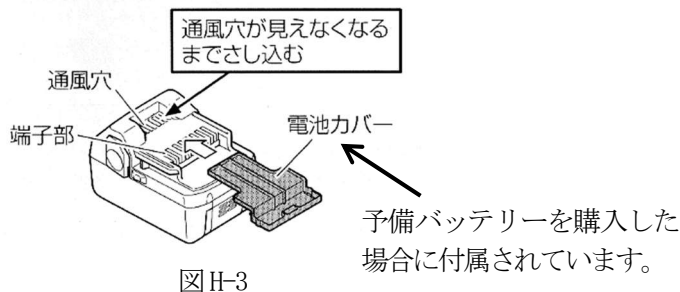

図 H-3
- 3) バッテリーを単体で保管する場合は、短絡を防ぐため、電池カバーを取り付けて下さい。(図 H-3)